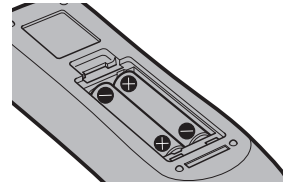

Abb. 2
2) Legen Sie die Batterien ein und schließen Sie den Deckel (legen Sie zuerst die \ominus -Seite ein). (Abb. 2)